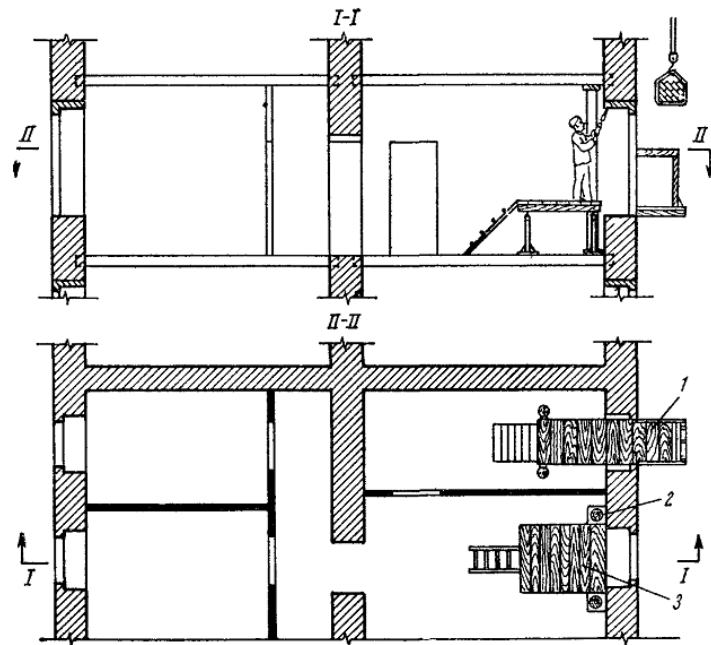

Рис.7. Общая схема организации работ по замене кирпичной перемычки сборной железобетонной
3. Общая схема организации работ по замене кирпичной перемычки сборной железобетонной показана на рис.7.